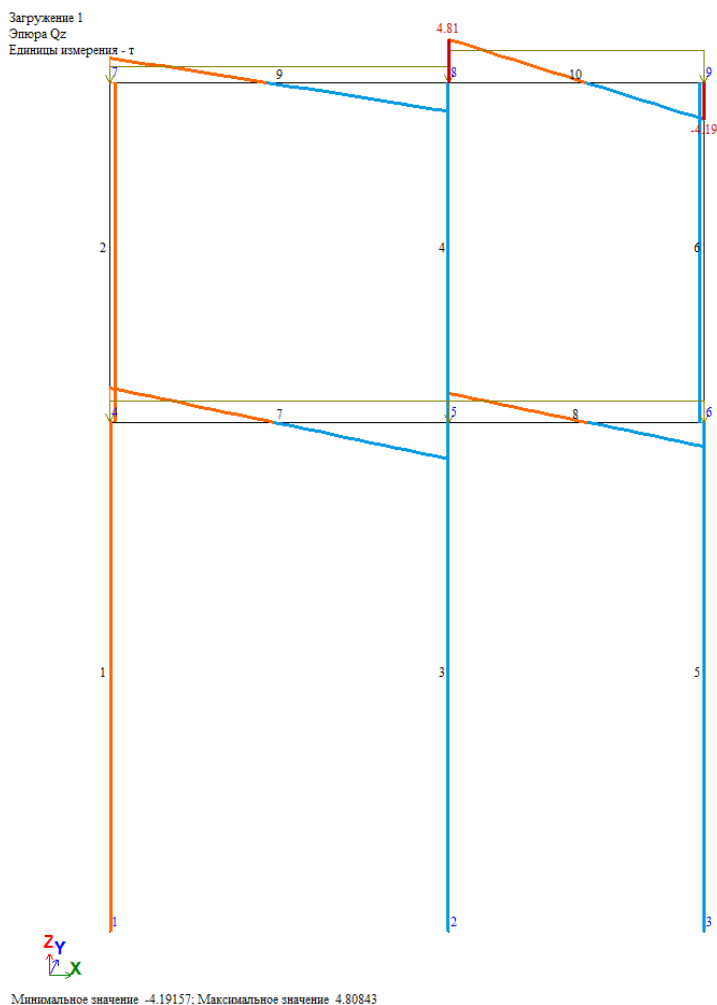

Рис.1.21. Эпюры поперечных сил Qz
- Для вывода эпюры  $Q_z$  (рис.1.21), щелкните по кнопке  – Эпюры поперечных сил  $Q_z$  (панель **Усилия в стержнях** на вкладке **Анализ**).